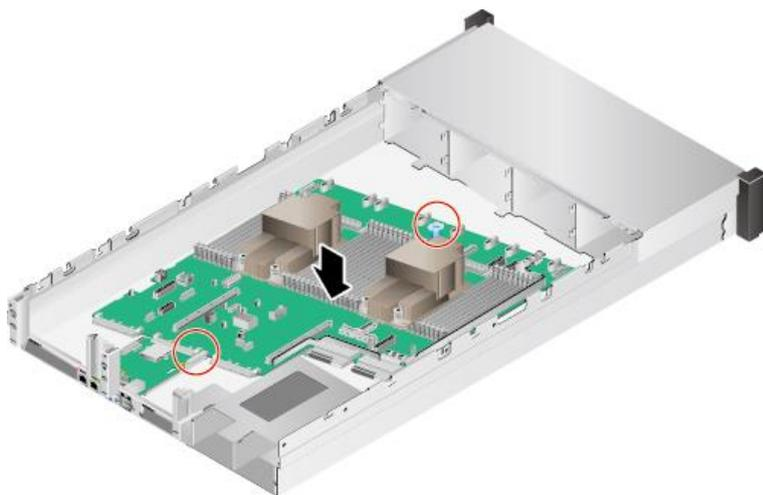

图 5-32 安装主板
3. 通过红圈内标出的主板提手将主板沿图示方向倾斜  $10^{\circ}\sim 15^{\circ}$ ，然后向下放入机箱，如图 5-32 所示。